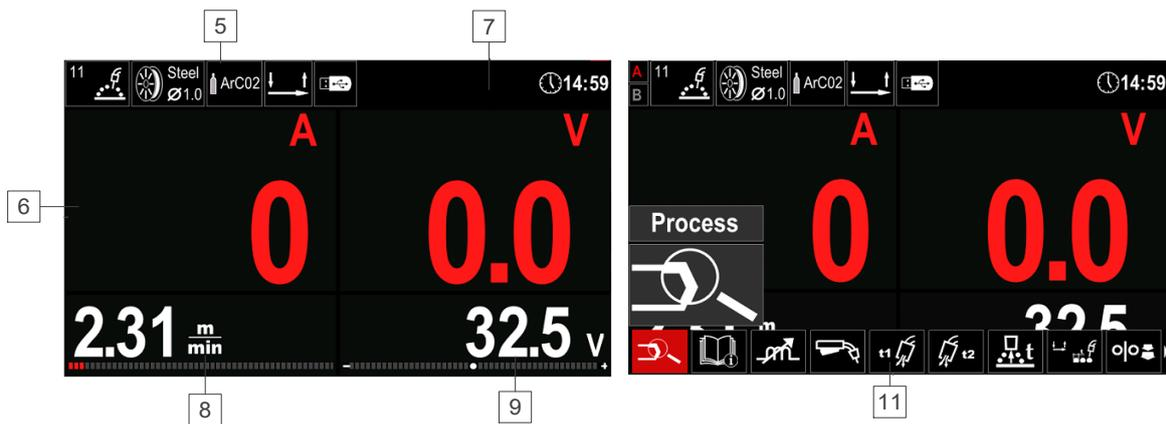
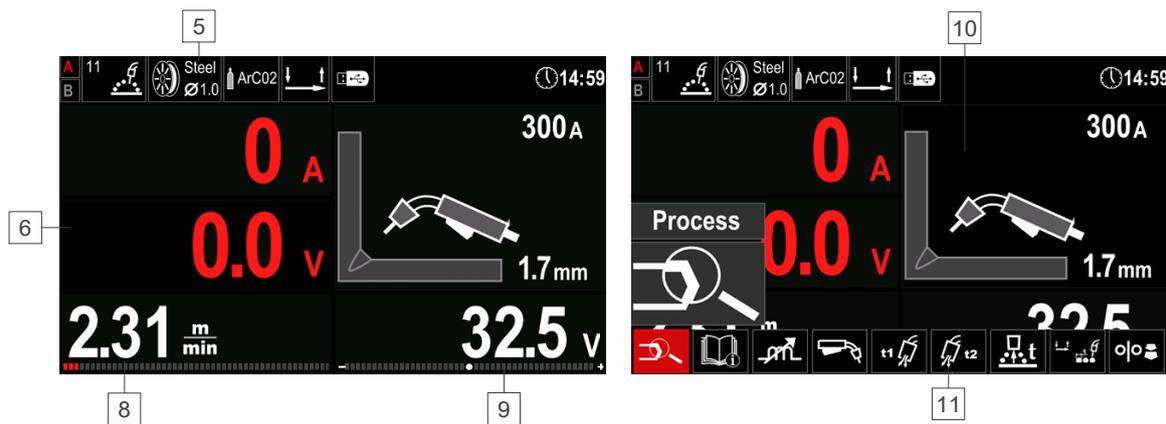

Figura 2 Vista standard
Figura 3 Vista avanzata
- Vista standard (Figura 2)
- Vista avanzata (Figura 3).
- Selezionare una delle viste (Standard – Figura 2 o Advanced – Figura 3).
- 6. Valore misurato della corrente (Figura 2) e tensione (Figura 3).